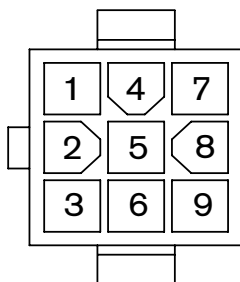

Figura 2: Conexiones de salida de pérdida de vídeo de la serie LTC 5234/90
El amplificador de distribución de vídeo LTC 5234/90 tiene cuatro (4) salidas de pérdida de vídeo, que consisten en una serie de contactos de relé que se cierran de manera automática cuando hay una pérdida de señal de vídeo. Las conexiones de salida de pérdida de vídeo se realizan mediante un conector de 9 patillas en la parte trasera de la unidad. La potencia de contacto es de 1 amperio a un máximo de 40 voltios CA o CC. Con la unidad, se suministra un cable de 9 patillas que se acopla al conector, para conexiones de salida de pérdida de vídeo. Consulte la *Figura 2* para ver las conexiones de patillas.